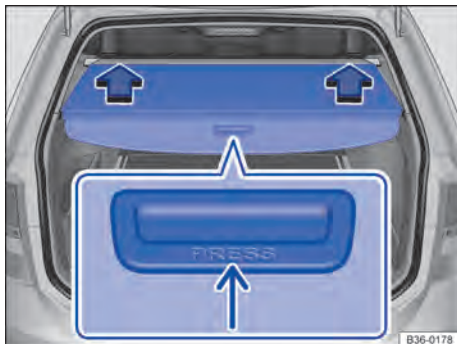

Fig. 124 No compartimento de bagagem: cobertura fechada do compartimento de bagagem.
- Na região frontal → Fig. 124 (seta pequena), pressionar a cobertura do compartimento de bagagem. A cobertura do compartimento de bagagem se abre sozinha até a metade do compartimento de bagagem.
- Fixar as terminações das barras transversais nas aberturas à esquerda e à direita, no revestimento lateral → Fig. 124.